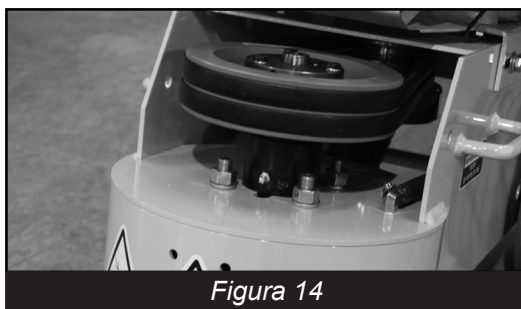

Figura 14
- Retire la cubierta de la correa para acceder a las correas. (*Figura 14*)